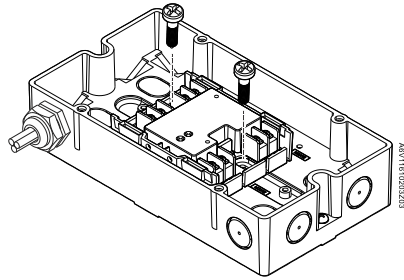

图 13
- 安装在控制器或开关柜外面：使用 FDCH221 保护盒（图 13）（需单独订购）。
5. 使用两颗 M3 x 12 螺钉将模块固定在保护盒内（图 13）。